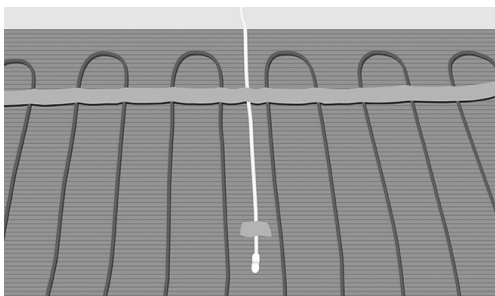

Fig. 13. Plasser røret/sensoren mellom to kabler
11. Installer et tomt rør til gulvsensoren. Sørg for å plassere enden av det tomme røret på samme nivå som varmekabelen og mellom to sløyfer, ca. 50 cm fra veggen. Så forsegler du enden av det tomme røret. (Fig. 13).